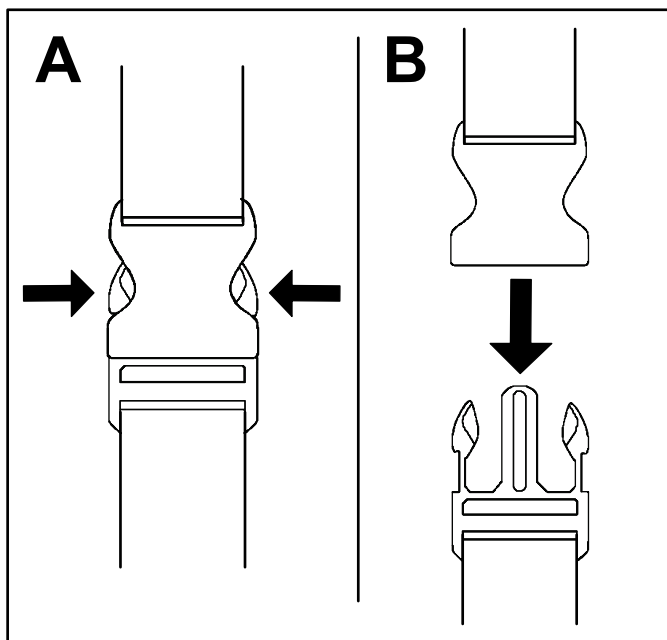

Bild 13
1. Beiden Seiten der Schnellverschluss-Schnalle eindrücken (A in Bild 13).
2. Lassen Sie die Schnellverschlussschnalle sich lösen (B in Bild 13).